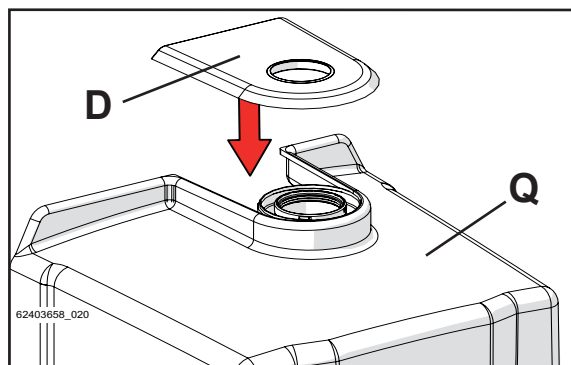

Figura 5-74
- 8 - Inserire la guarnizione antipigia "D" sulla copertura "Q", come in figura 5-74